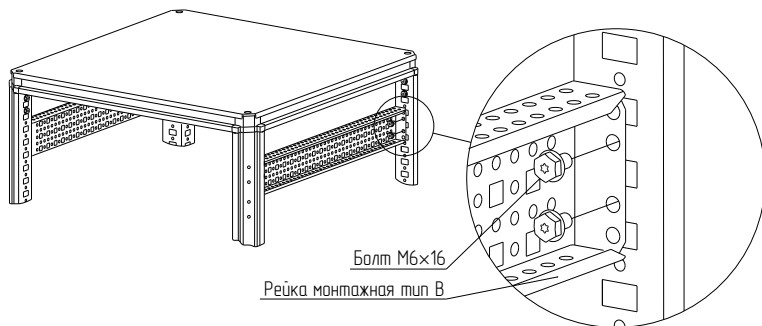

Рисунок 24
4.7.3 Установить рейку монтажную тип В между стоек каркаса на нужной высоте и закрепить самонарезающими болтами М6х16 (рисунок 24). Момент затяжки – 7 Н·м. Болты приобрести отдельно.